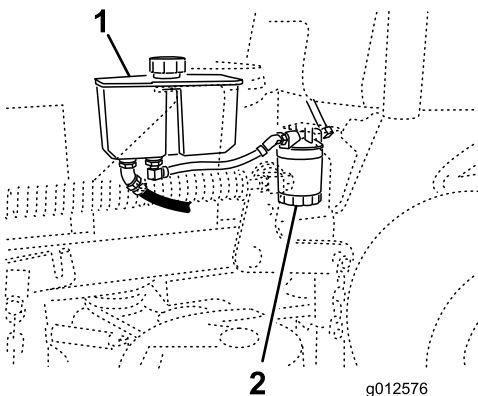

Bild 70
3. Stellen Sie eine Auffangwanne unter den Filter (Bild 70).